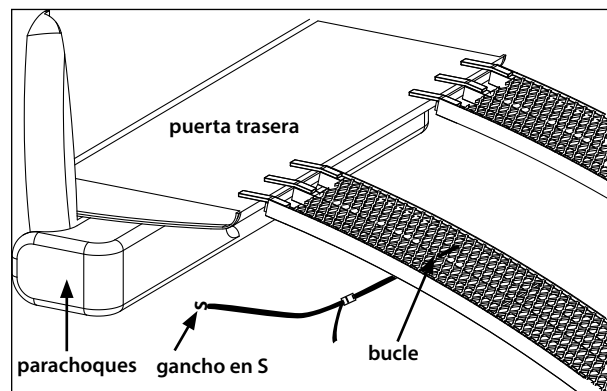

Figura 1
1. Conecte las dos correas de fijación que se proporcionan en la abrazadera central, aproximadamente a 40.6 cm (16 pulg.) desde el extremo de la puerta trasera (uno en cada rampa). Enrolle el extremo con bucle de cada correa alrededor de la abrazadera central y pase la hebilla y el extremo de gancho en S por el bucle. Esto conecta permanentemente las correas con la rampa. **CONSULTE LA FIGURA 1.**